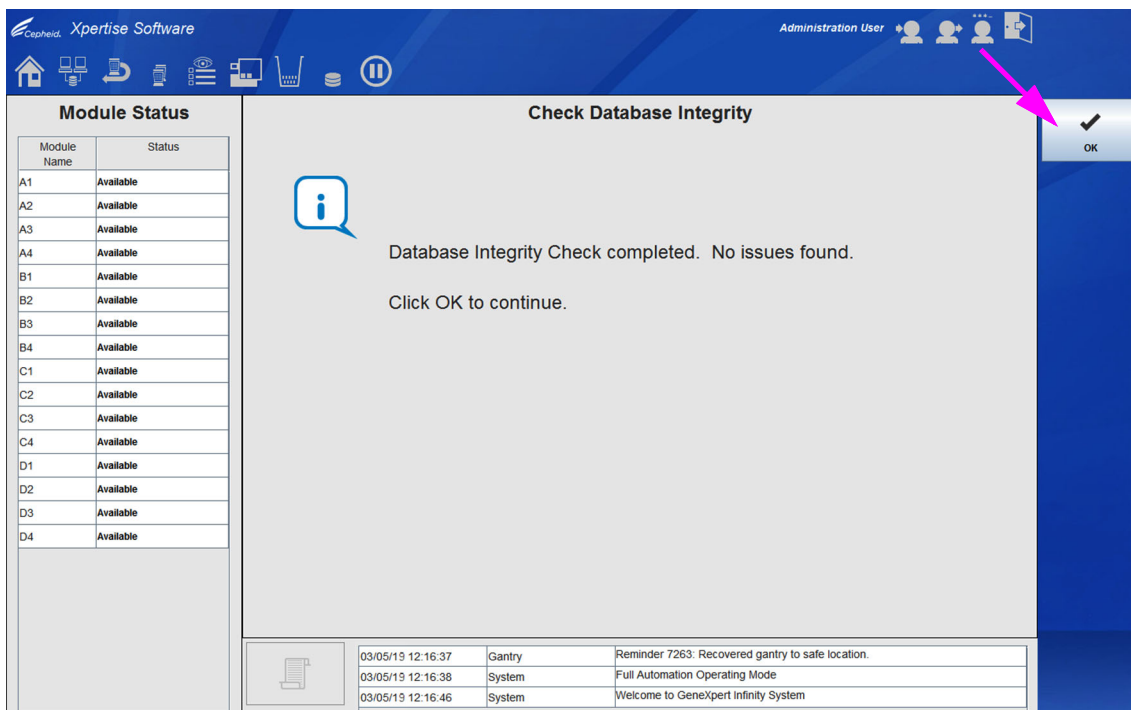

図 5-162. データベースの完全性チェックワークスペース、完了を確認
4. エラーが見つかった場合は、**続行 (PROCEED)** ボタンを選択してデータベースを修復します。データベース完全性チェックが完了すると、データベース完全性チェック (Database Integrity Check) ワークスペースが、完全性チェックの完了を知らせます。図 5-162 を参照。
5. **OK** ボタンを選択します。図 5-162 を参照。